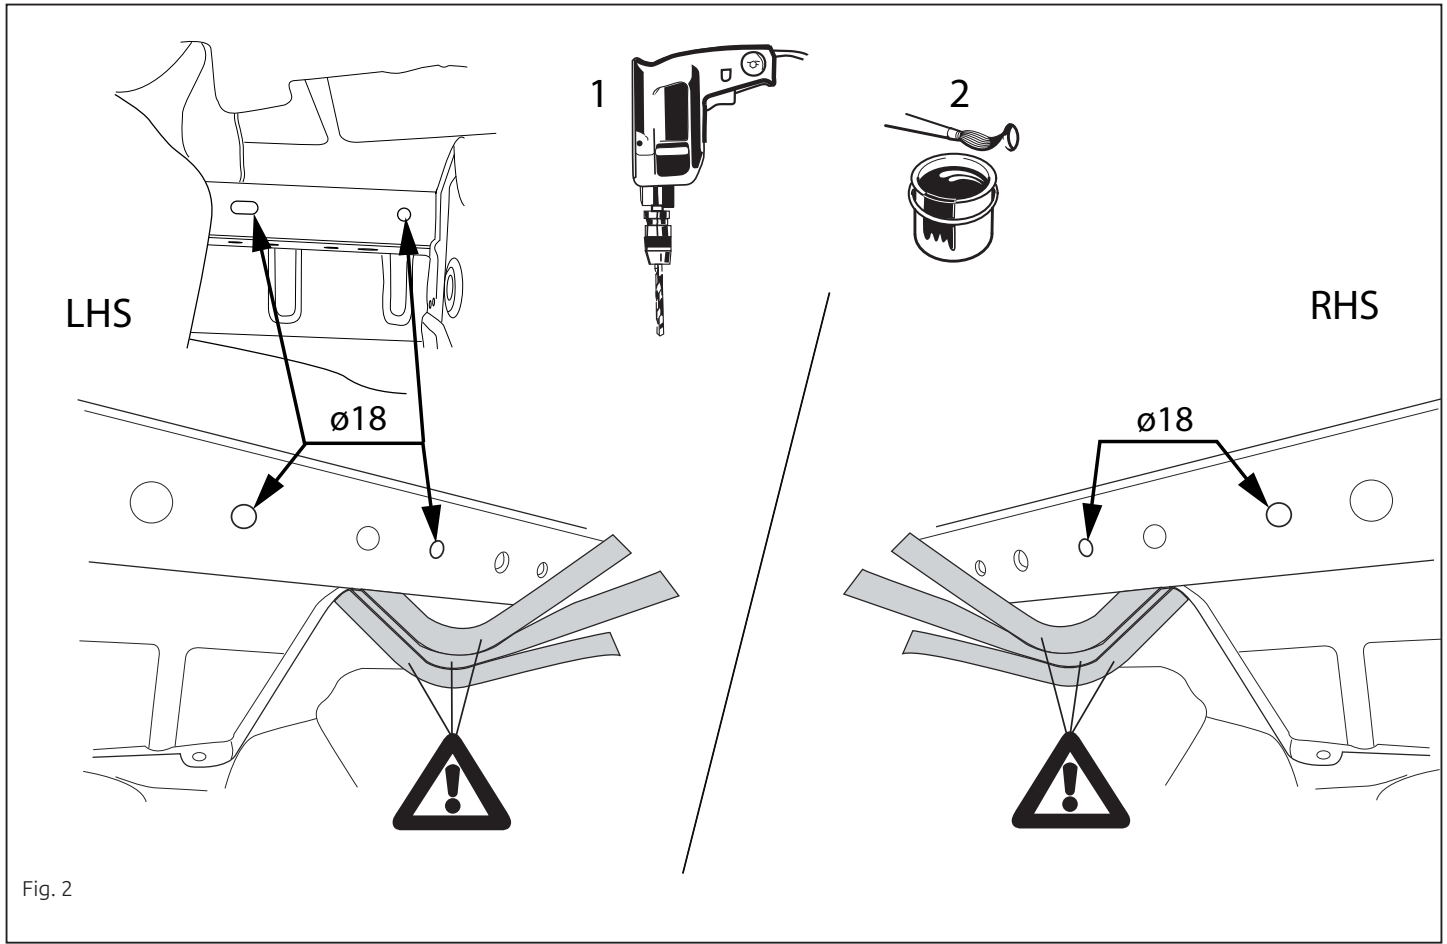

Fig. 2
5. Увеличить отверстия 10 мм на нижней стороне шасси до получения диаметра 18 мм. См. рисунок 2.